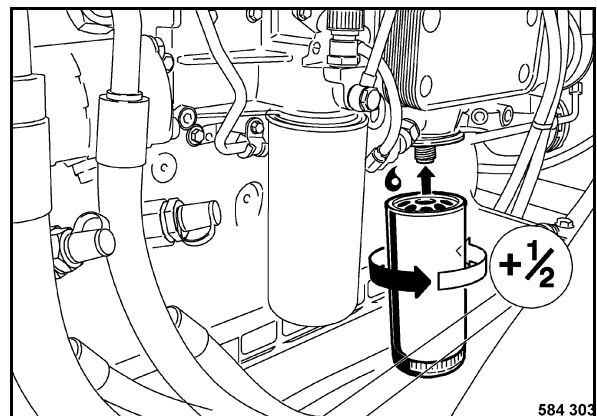

Fig. 164
- Enroscar el nuevo cartucho filtrante (Fig. 164) con la mano hasta la junta haya entrado en contacto.